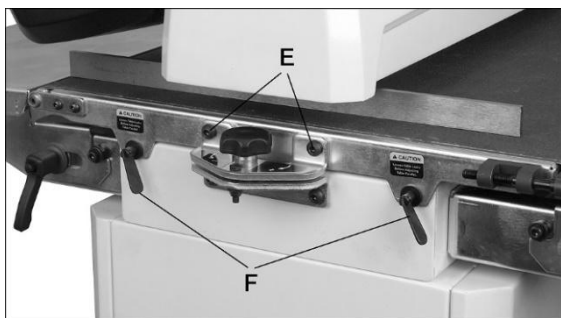

Figure 10-3
5. Enlevez le deux (2) vis fixant la table du convoyeur à la base.
6. Enlevez les deux (2) vis fixant la table du convoyeur au support d'alignement du cylindre (E, Figure 10-3).
7. Desserrez les deux blocages (F, Figure 10-3).